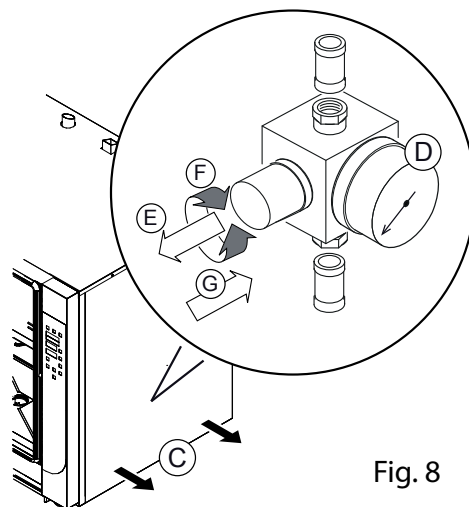

Fig. 8
- Desenrosque y desmonte el panel lateral derecho (Fig. 8 C)
- Controle el valor en el manómetro (Fig. 8 D) que, en relación a una presión de entrada de 2,5 bares, debe ser igual a: **Mod. 4 y 6** = 90 ml/minutos = cantidad de agua que sale del tubo humidificador; **Mod. 10** = 100 ml/minutos = cantidad de agua que sale del tubo humidificador.
- Desbloquee el mando de ajuste: tire del mismo apenas (Fig. 8 E), gírelo en sentido horario o antihorario (Fig. 8 F) hasta alcanzar la presión/capacidad deseada, entonces pulse para bloquear el dispositivo en los parámetros configurados (Fig. 8 G).